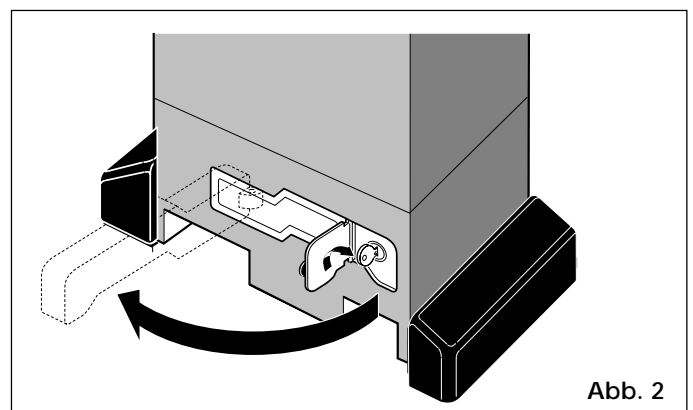

Abb. 2
- 2) Den Schlüssel im Uhrzeigersinn drehen und den Entriegelungshebel gem. Abb. 2 herausziehen.